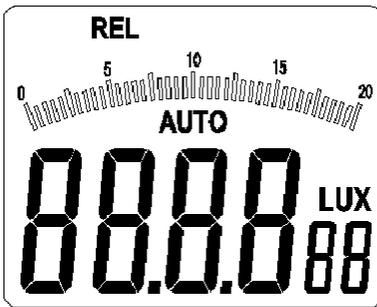

Fig. 3-1-2A
- Presione la tecla REL/PEAK por un corto tiempo, la indicación “REL” aparece en la parte izquierda de la pantalla LCD (Fig.3-1-2A), y el luxómetro medirá valores relativos.